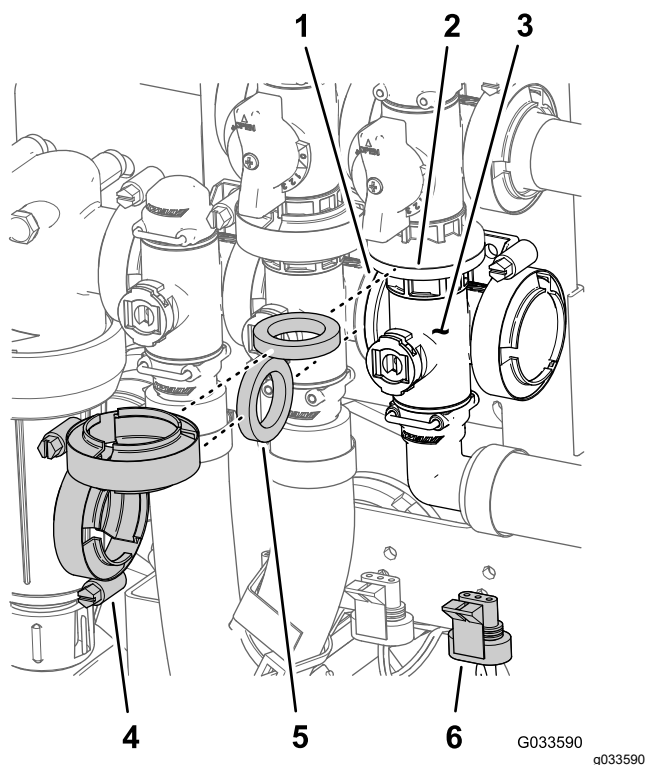

Рисунок 117
- Снимите фланцевые хомуты и прокладки крепления коллектора главного клапана стрелы (Рисунок 117) к главному клапану перепуска стрелы, клапану перемешивания и прямоугольному фланцевому угловому штуцеру (на конце шланга расходомера).